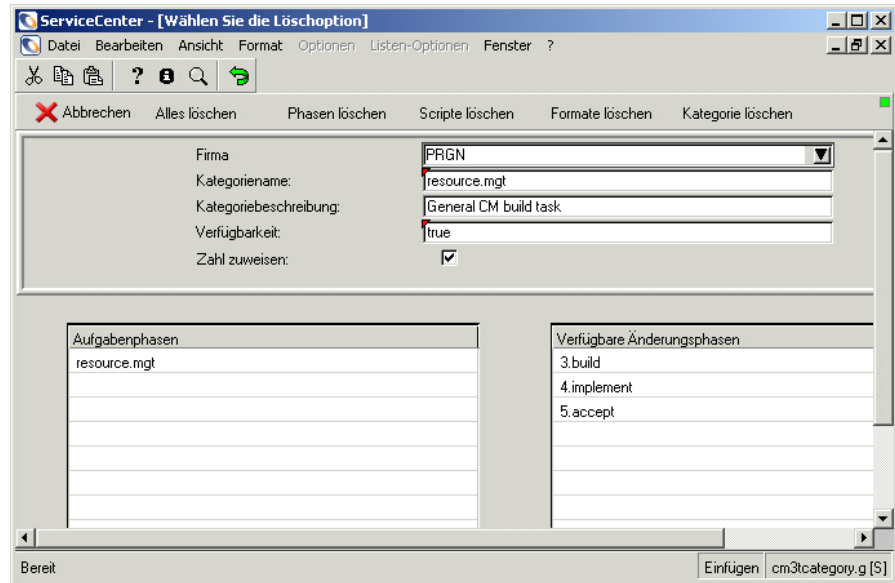

Abbildung 10-20: Optionsschaltflächen „Löschen“
- 3 Klicken Sie auf **Löschen** oder drücken Sie **F4**. Abbildung 10-20 zeigt die neuen Schaltflächen zum Löschen.